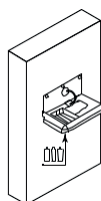

fig. 3
10. Instalați 3 baterii AAA în monitor (nu sunt furnizate), ținând cont de polaritatea corectă (fig. 3).